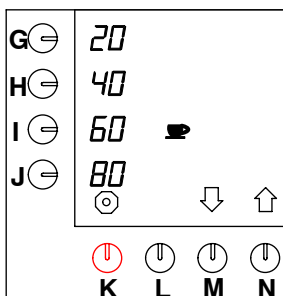

Fig. 35 Regolazione dei tasti di selezione preprogrammati per le tazze
- Premere il tasto di selezione (N.) $\uparrow$ fino a che sullo schermo viene visualizzato quanto illustrato nella fig. 35 .